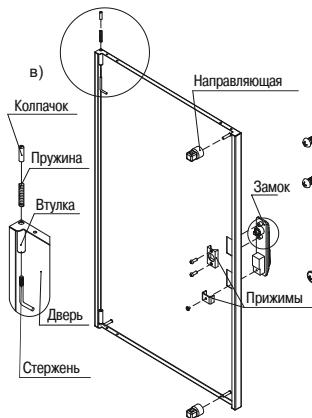

Рисунок 10 – Сборка дверей
4.4.1 Извлеките из второго места перфорированную дверь в зависимости от комплектации. Вставьте замок в посадочные квадратные отверстия, закрепите замок прижимами, направляющие наверните на шпильки (рисунок 10а), направляющие наверните на шпильки (рисунок 10в).
Для сборки петли сначала вставьте пружину во втулку, пропустите во втулку стержень и заверните колпачок (рисунок 10в).